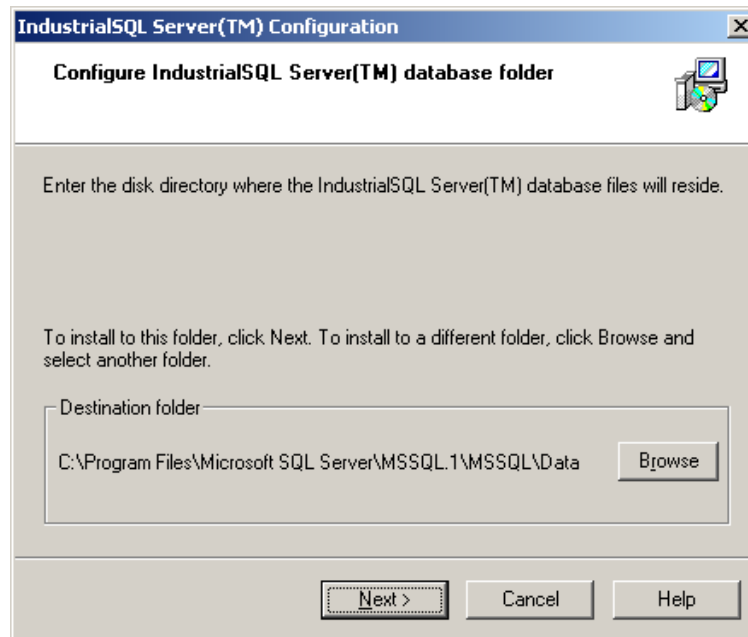

Figura. 4.12. Ventana de Configuración de la Base de Datos de IndustrialSQL Server
1. Se muestra la ventana de configuración para la carpeta de archivos de configuración de IndustrialSQL Server. Figura. 4.12